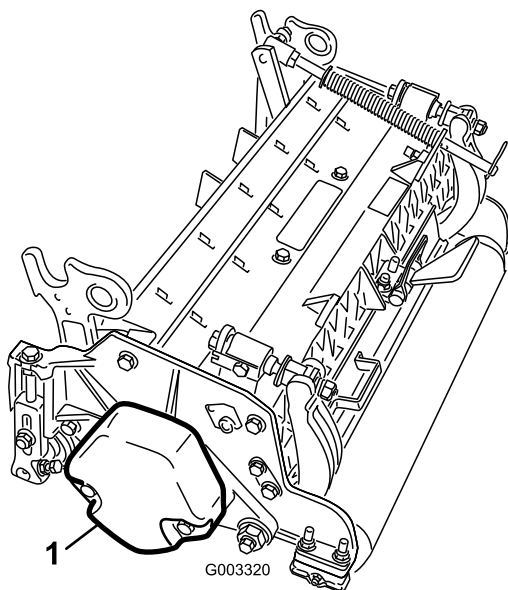

**Figura 5**
3. Asegúrese de que el contrapeso (Figura 5) está instalado en el extremo correcto de la unidad de corte, según lo indicado en el *Manual del operador* de la unidad de corte.